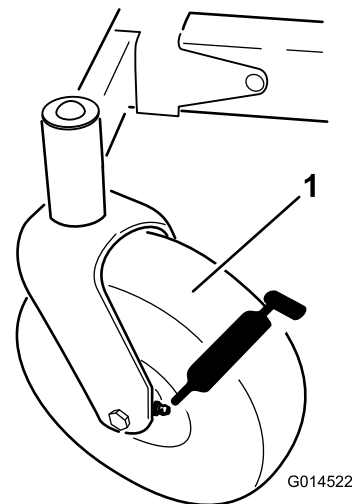
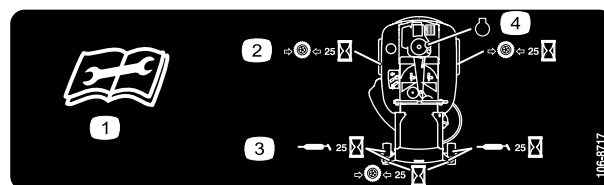

Figure 32
Figure 33
3. Nettoyez les graisseurs (Figure 32 et Figure 33) à l'aide d'un chiffon. Grattez la peinture qui pourrait se trouver sur les graisseurs.
4. Raccordez une pompe à graisse à chaque graisseur (Figure 32 et Figure 33). Injectez de la graisse dans